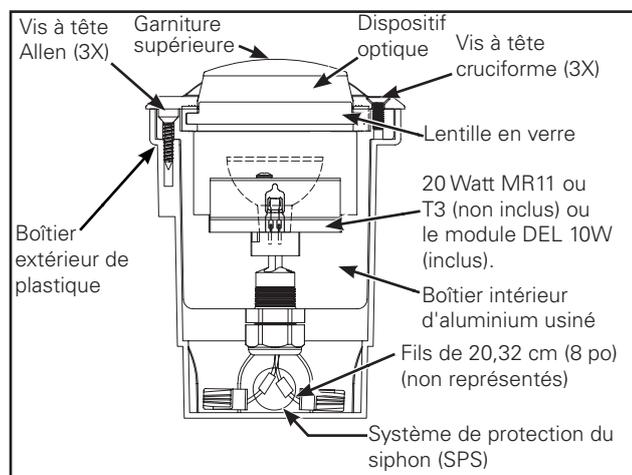

Figure 1.
1. Retirez trois vis de la garniture supérieure en utilisant la clé Allen fournie. Placez la garniture et les trois vis dans un endroit propre et sec. (Figure 1).